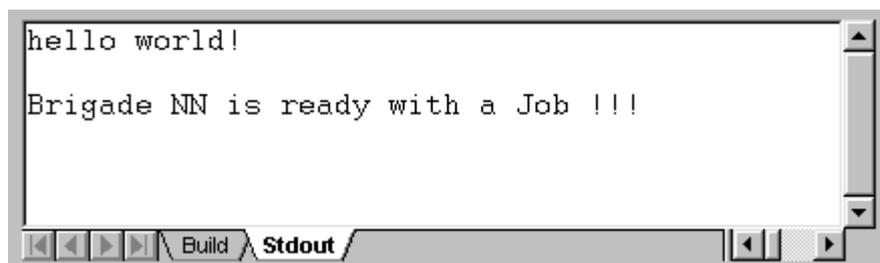

Рис. 7.7. Окно “Stdout” после успешного выполнения задания
3. Выберите из верхнего меню “Debug – Run”. Программа должна запуститься и выдать в окне “Stdout” сообщения «Hello World !» и «Brigade N is ready with a Job !», где N соответствует номеру вашей бригады (рис. 7.7).